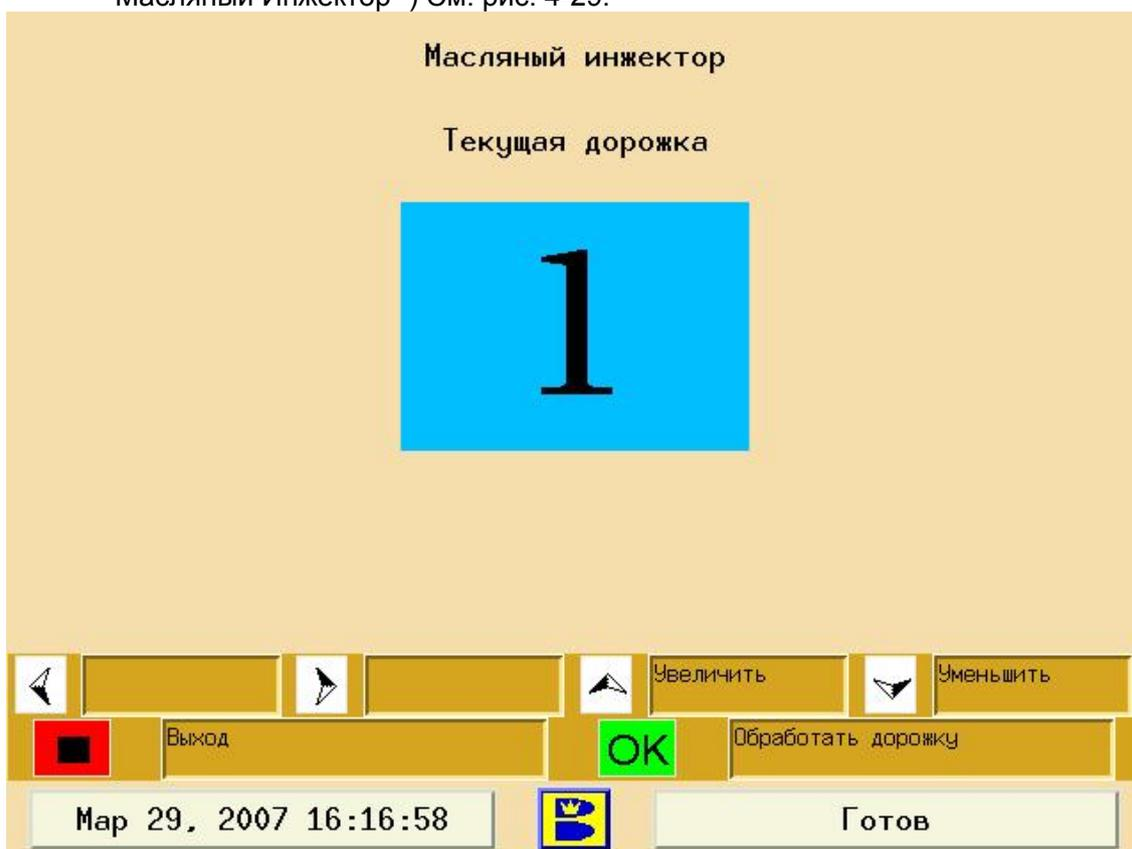

Рисунок 4-29. Экран проверки инжекторов
4. Выберите, какую проверку вы хотите произвести и нажмите «ОК». Появится следующий экран (в экране теста инжекторов в верхней части экран появится «Масляный Инжектор») См. рис. 4-29.